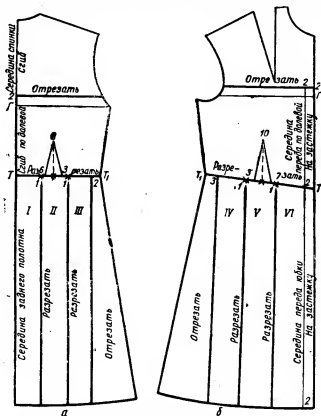

Рис. 233. Нанесение линий фасона комбинированного сарафана с пелеринкой
С п и н к а. По линии талии наносят линию разреза (рис. 233, а).
• Полочка. По линии талии наносят линию разреза (рис. 233, б). От точки Г вверх по вертикальной линии (середины переда) откладывают 2 см, от точки 2 влево проводят горизонтальную линию разреза до проймы, затем от точки 2 влево по линии разреза откладывают 2 см.